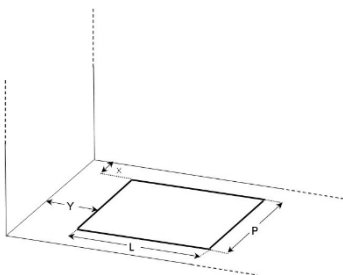

Figure 3
Les dimensions des trous (L x P) pour le logement de l'appareil et les distances critiques (X et Y) varient d'un modèle à l'autre, voir le tableau ci-dessous et la figure 3.
NB : Dans la figure 3, la paroi de l'armoire est représentée à gauche de l'appareil. En cas d'installation à droite, les mêmes distances critiques que dans le tableau (Y) sont recommandées.